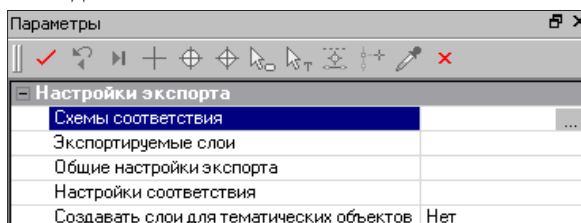

Рис. 10.16
2. В окне **Параметры** (рис. 10.16) задать настройки экспорта в следующей последовательности: